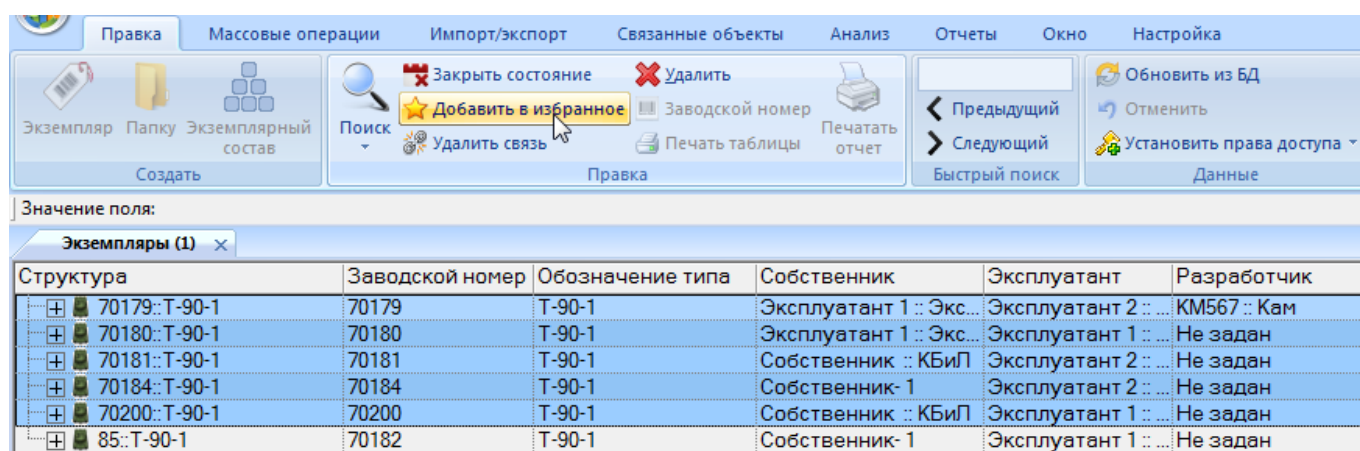

Рис. 20-44 – Добавление экземпляров ФИ в избранные
- 2) Выделить в нем экземпляр ФИ. Для выделения нескольких экземпляров используйте клавиши CTRL и SHIFT (рис. 20-44).
- 3) Нажать кнопку  «Добавить в избранное» панели «Правка» (рис. 20-44).